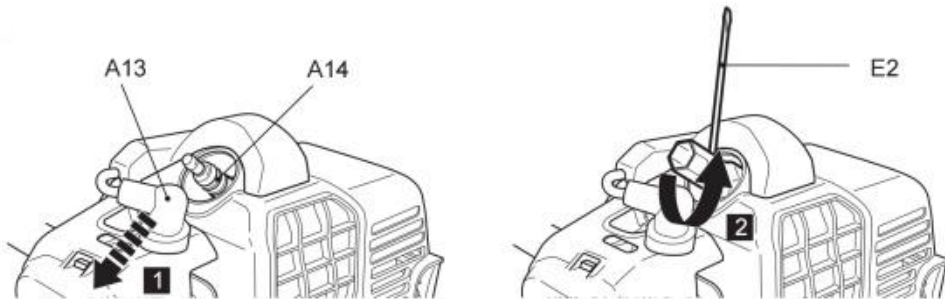

Fig. 78
2. Afloje la bujía (A14) en sentido antihorario utilizando la herramienta múltiple (E2) y retírela con cuidado (Fig. 78).